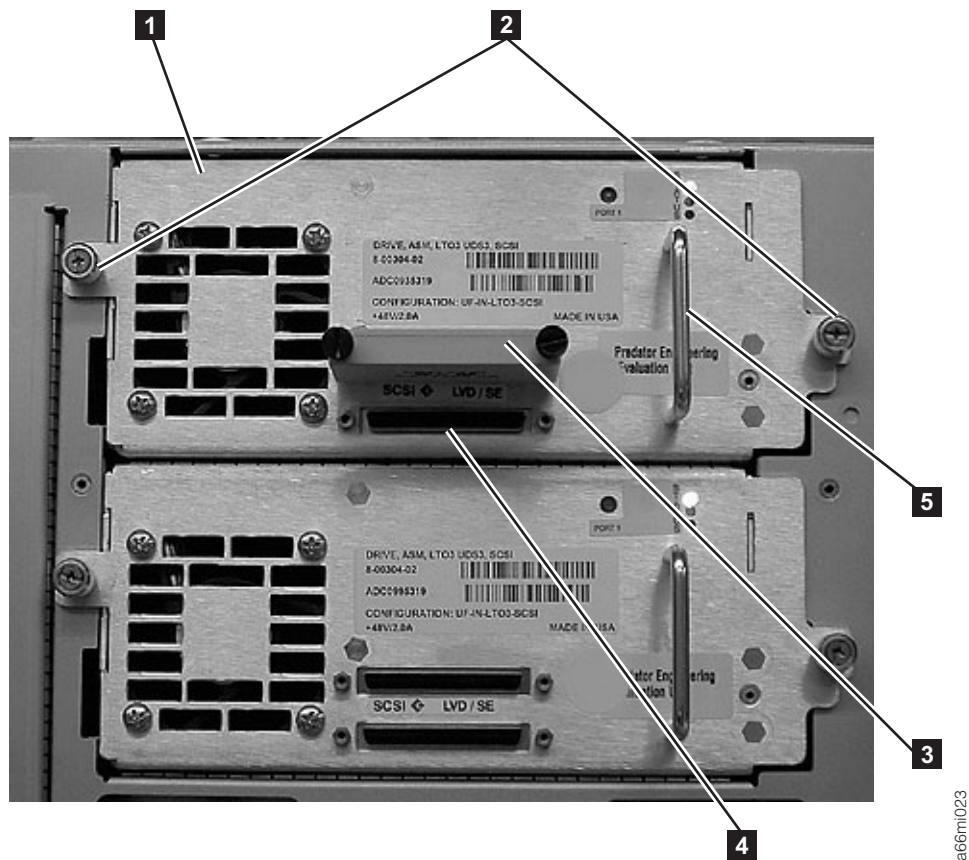

図 3-9. SCSI ドライブ・スレッド (詳細)
1. ドライブ・スレッドを固定している 2 本つまみねじ (図 3-9 の **2**) を反時計方向に回して緩めます。
2. ドライブ・スレッドを取り外すには、ハンドル (図 3-9 の **5**) をつかみ、下からドライブ・スレッドを支えながらゆっくり手前に引きます。